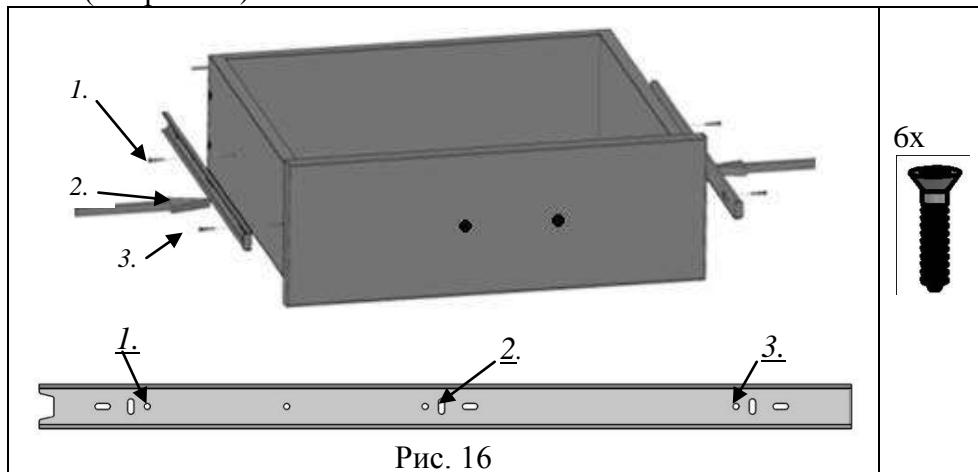

Рис. 16
4.2.5. К боковинам ящика выровнять по зенковкам и прикрутить снятые части направляющих, саморезами с потайголовкой 3,5x16 остр. или евровинтами ЕС 4,0x13 (поз. 8, пакет №34а) (см. рис. 16).